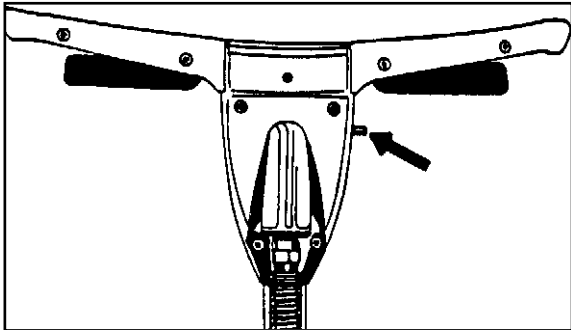

Figure 2
**The Interlock Switch.** See figure 2.
### BLOQUEO DEL INTERRUPTOR DE SEGURIDAD (Véase fig. 2)
(Voir fig. 2)